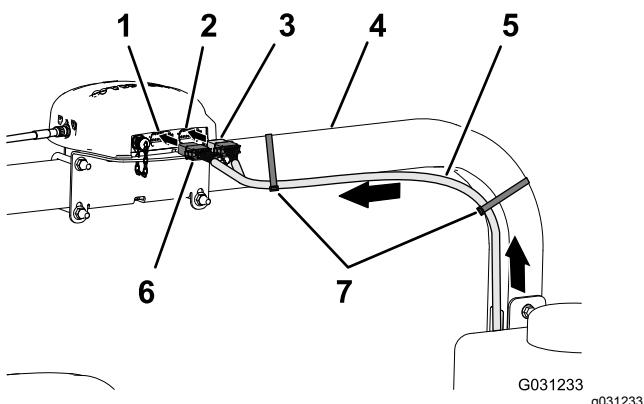

図 134
2. データ用ハーネスの 390cm の枝線を、ROPS 右側に沿って配設し、12 ソケットコネクタ **灰色** と 12 ソケットコネクタ **黒色** をナビゲーション受信機まで導く図 134。
7. 図 134 のように、ケーブルタイ2本を使って、データ用ハーネスの 390cm 枝線を右側 ROPS チューブに固定する。